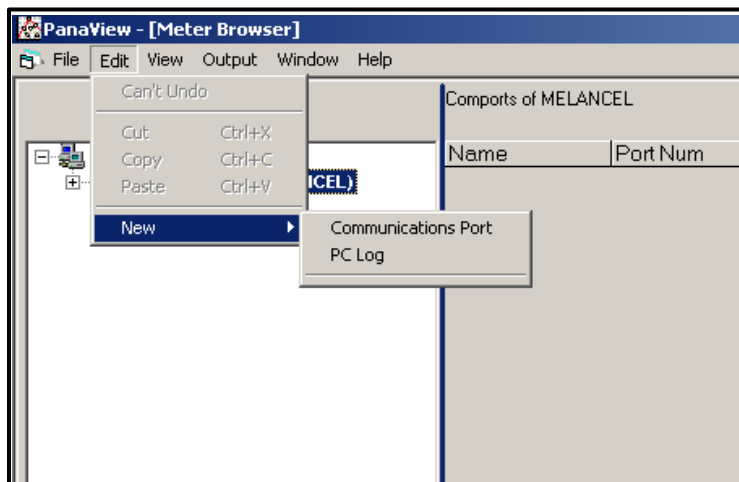

Рисунок 18: Меню «Edit» (Редактирование)
3. Выделите пункт «*New*» (Новый) щелчком мыши, чтобы перейти в подменю с двумя вариантами (см. рис. 18).